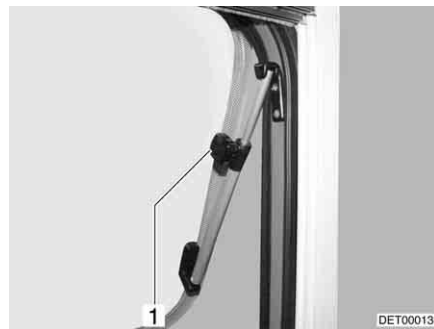

Fig. 66 Oblò con deflettori a rotazione, aperto
- Aprire l'oblò fino alla posizione desiderata e fissarlo mediante il pomello zigrinato (Fig. 66,1).
- Ruotare il pomello zigrinato (Fig. 66,1) fino a che l'arresto viene sbloccato.